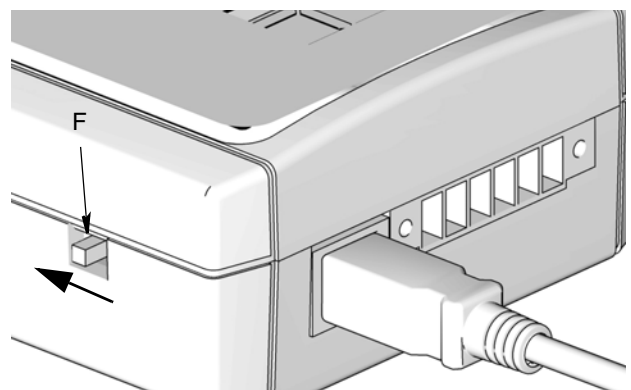

FIG. 6
3. Verificare che l'interruttore di selezione (F) sia impostato sulla posizione corretta per la connessione USB. Fare riferimento a FIG. 6 per le impostazioni dell'interruttore.